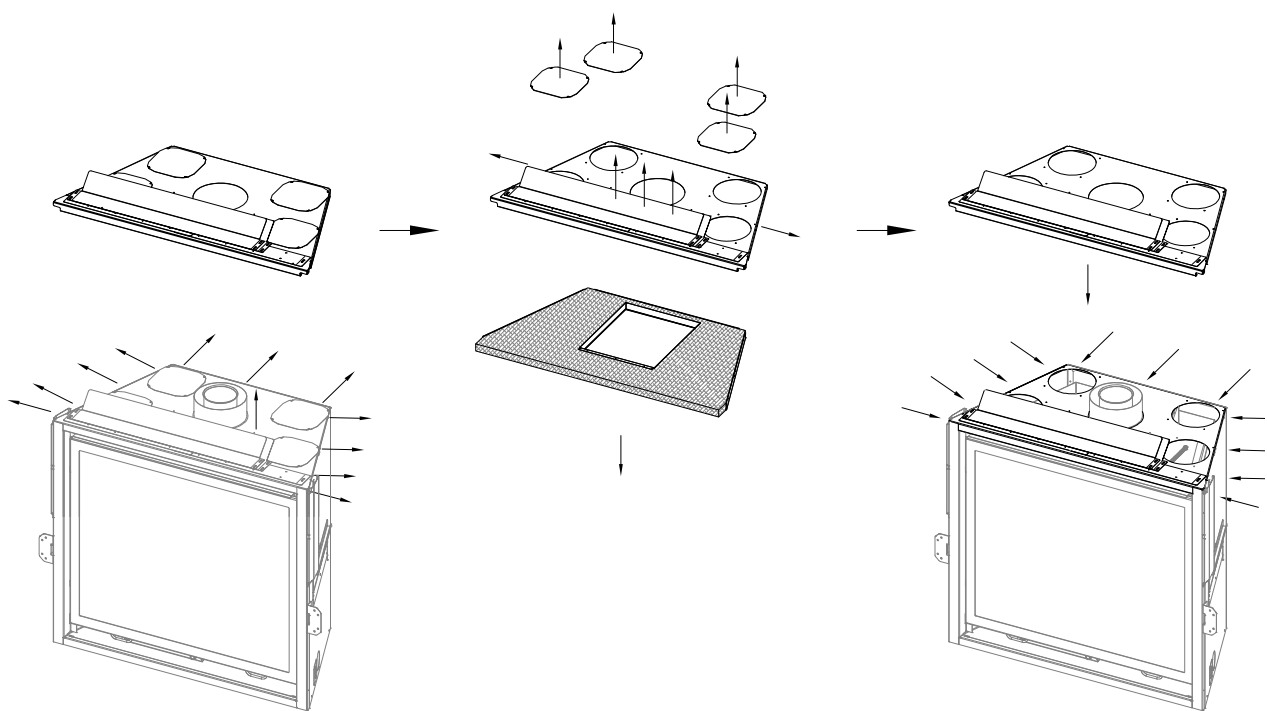
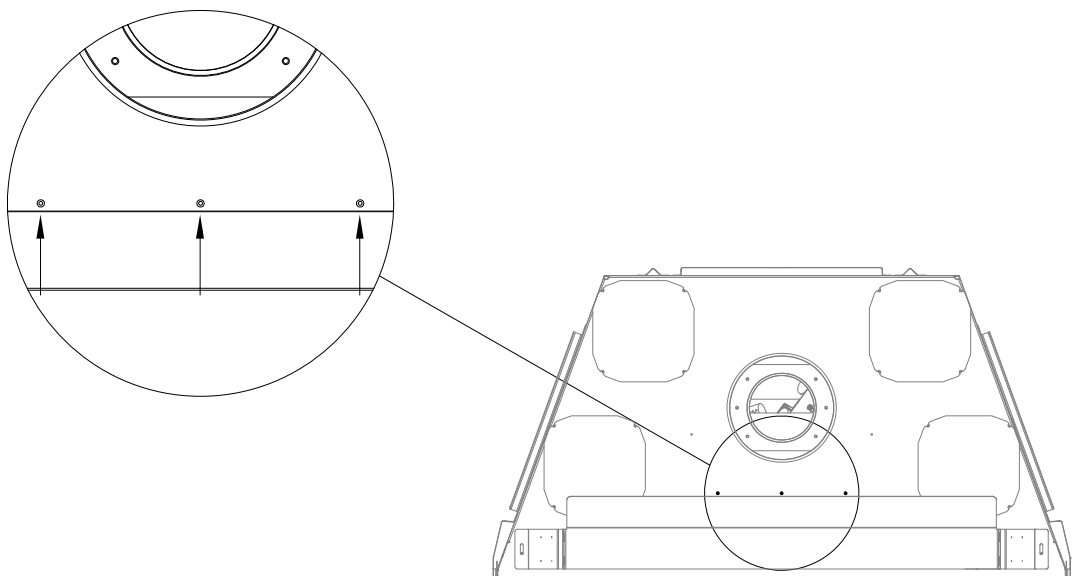

Figure 4.1 - Retrait de la plaque du dessus et de l'isolant
Figure 4.2 - Vis près de la buse d'évacuation
- Les plaques de convection de l'appareil et l'isolant doivent être retirés pour l'installation du kit Komfort Zone, tel que montré aux Figures 4.1 et 4.2.
1. Retirez les (11) vis à métal qui retiennent la plaque du dessus du foyer. En tirant bien droit vers le haut, retirez complètement du foyer la plaque du dessus qui entoure la buse d'évacuation. Voir la première image de la Figure 4.1.
2. Retirez les (4) plaques-couvercles qui sont retenues par (4) vis à métal. Voir la deuxième image de la Figure 4.1. Jetez les plaques-couvercles (ou mettez-les de côté pour en disposer).
3. Retirez les (3) vis à métal du dessus du foyer (voir la vue détaillée de la Figure 4.2) et les (2) vis à métal sur le côté de cette même pièce (une vis de chaque côté, tel que montré dans la deuxième image de la Figure 4.1). Vous pouvez maintenant séparer les deux sections de la plaque du dessus du foyer. Retirez et jetez l'isolant et la section inférieure de la plaque du dessus du foyer.
4. Réinstallez la plaque du dessus sur le foyer, avec les (11) vis à métal retirées précédemment